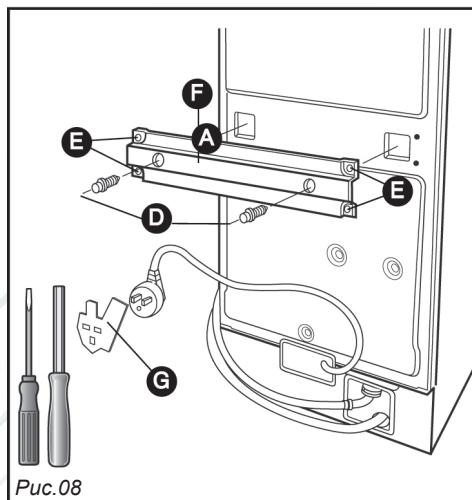

Рис.08
- Выкрутите 2 винта **D** и 4 винта **E** с помощью 10 мм трубного ключа или отвертки с прямым шлицем (Рис. 08).